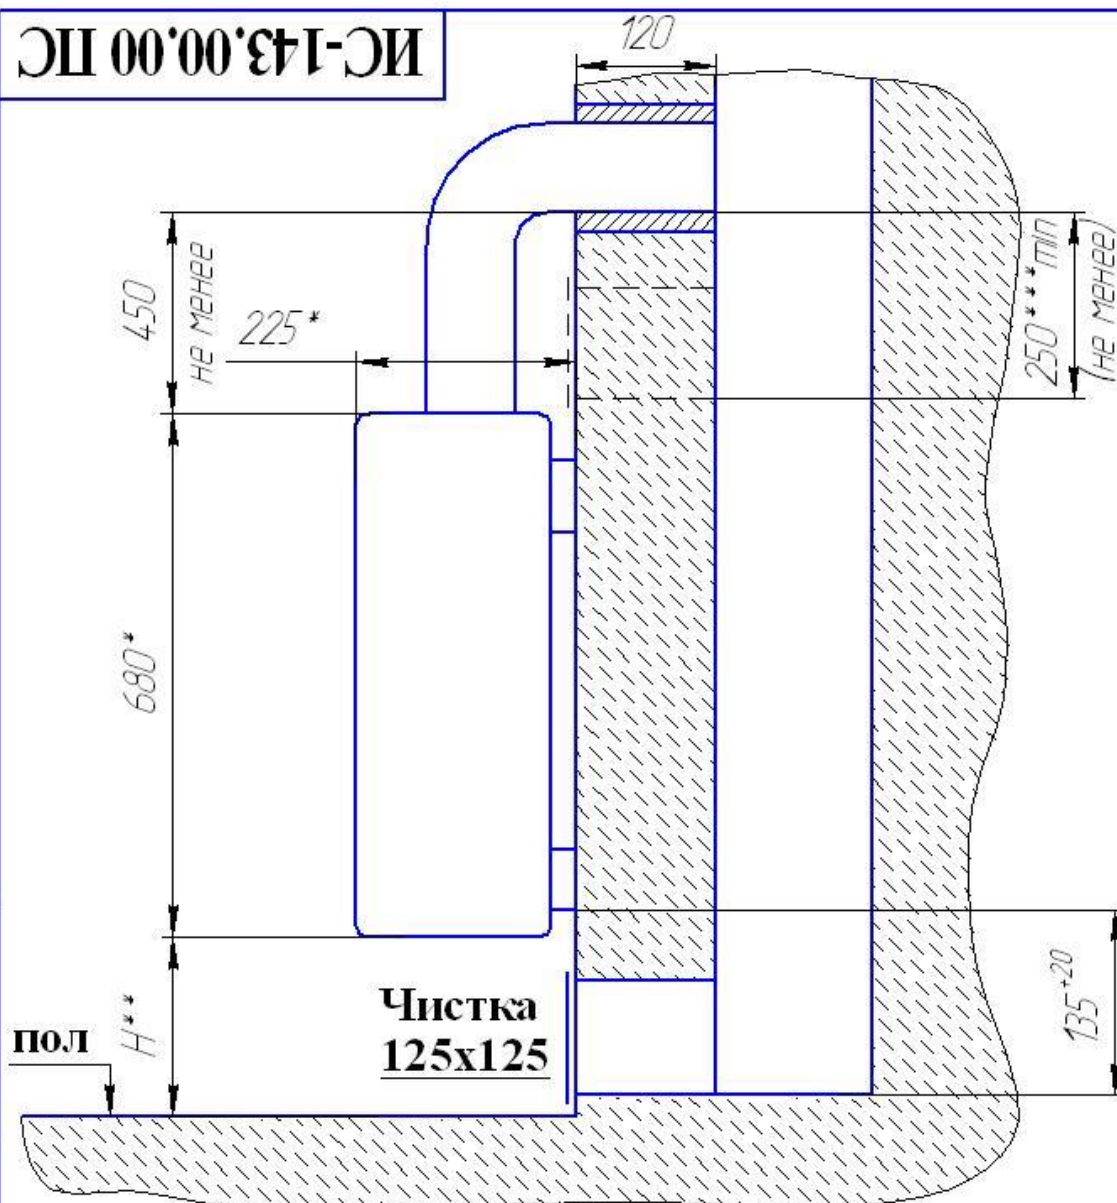

Рис.9 Схема подсоединения к дымоходу.
5.9 Подсоединение котла к дымоходу показано на рис. 9.